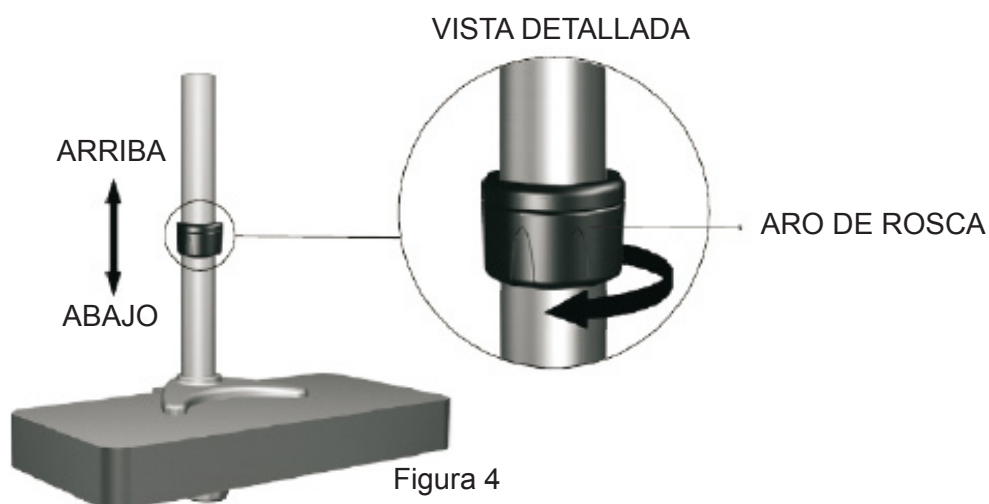

Figura 4
3. Para colocar el aro de rosca a la altura deseada, aflojar dicho aro tal y como se muestra en la foto. Una vez colocado en la posición deseada, enrosca y apretar con la mano hasta que quede bien sujeto. (Ver figura 4)